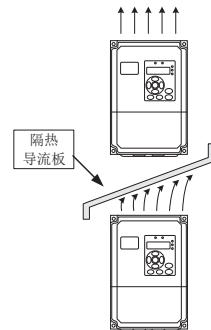

图3-2 隔热带安装示意图
- 2) 请向上垂直安装变频器，便于热量向上散发。若柜内有多台变频器时，请并排安装。在需上下安装的场合，请参考图3-2，安装隔热导流板；